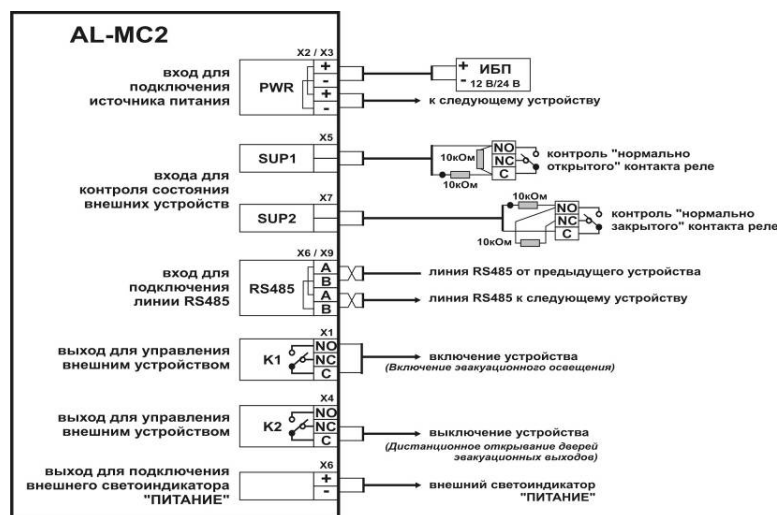
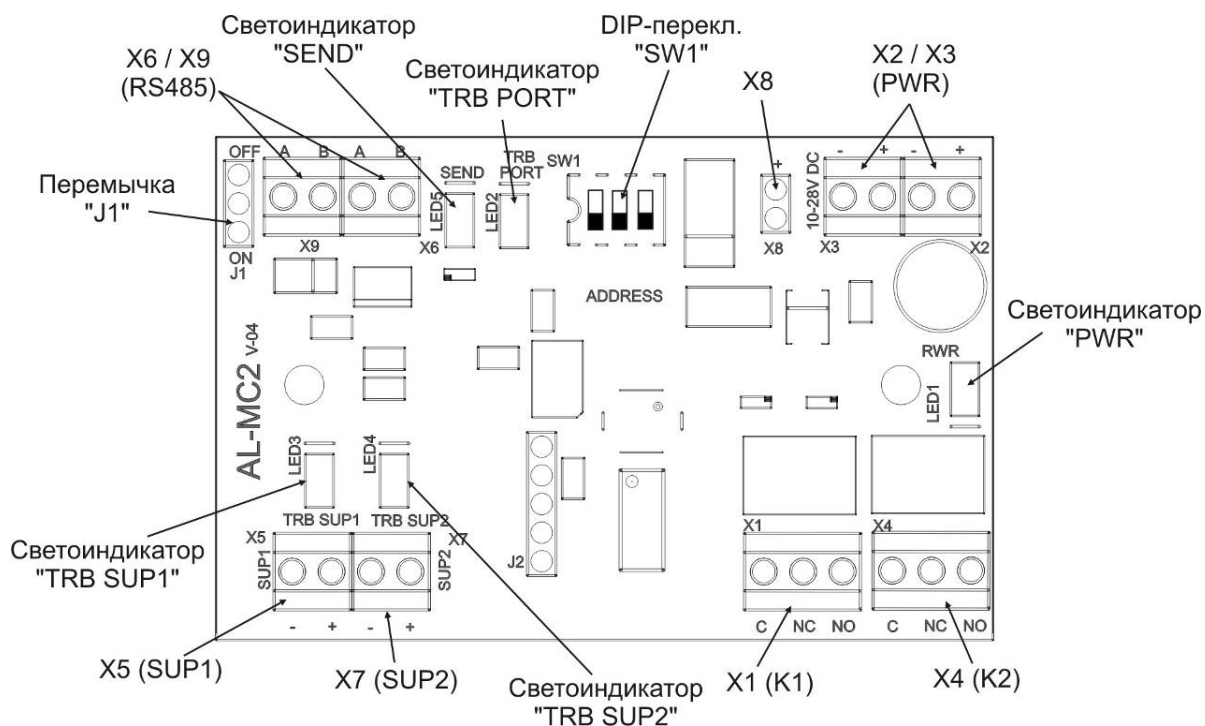

Рис.1. Функциональная блок схема модуля AL-MC2
Рис.2. Общий вид печатной платы модуля AL-MC2
Функциональная блок схема показана на Рис. 1
- 6) Подключите все необходимые электропроводки к винтовым контактам изделия (см. Рис.1 и Рис.2)
Примечание: Расположение светодиодных индикаторов на печатной плате изделия показано на Рис. 2
«TRB SUP1» – включен	Схема контроля зарегистрировала неисправность на линии подключенной к входу «SUP1» (КЗ - сопротивление линии < 8 кОм, обрыв - сопротивление линии > 22 кОм) <ul style="list-style-type: none"> • проверьте целостность линии связи с контролируемым контактом реле и правильность установки оконечных резисторов, используя данные приведенные в таблице 1 и рис.1. При необходимости, восстановите линию. • замените изделие Примечание: при возникновении неисправности в линии подключенной к входу «SUP1» сигнал в виде обобщенной неисправности данного модуля AL-MC2, отображается на ППУ AL-8MP1.
«TRB SUP1» – мигает	Схема контроля зарегистрировала изменение состояния контактов контролируемого реле (например – реле «Неисправность») внешнего устройства, подключенного к входу «SUP1» (срабатывание - сопротивление линии 10кОм +/-10%). <ul style="list-style-type: none"> • устраните неисправность внешнего устройства. • проверьте целостность линии связи с контролируемым контактом реле и правильность установки оконечных резисторов, используя данные приведенные в таблице 1 и рис.1. • замените изделие Примечание: при сработке контролируемого реле, сигнал в виде обобщенной неисправности данного модуля AL-MC2, отображается на ППУ AL-8MP1.
«TRB SUP2» – включен	Схема контроля зарегистрировала неисправность на линии подключенной к входу «SUP2» (КЗ - сопротивление линии < 8 кОм, обрыв - сопротивление линии > 22 кОм) <ul style="list-style-type: none"> • проверьте целостность линии связи с контролируемым контактом реле и правильность установки оконечных резисторов, используя данные приведенные в таблице 1 и рис.1. При необходимости, восстановите линию. • замените изделие Примечание: при возникновении неисправности в линии подключенной к входу «SUP2» сигнал в виде обобщенной неисправности данного модуля AL-MC2, отображается на ППУ AL-8MP1.
«TRB SUP2» – мигает	Схема контроля зарегистрировала изменение состояния контактов контролируемого реле (например – реле «Неисправность») внешнего устройства, подключенного к входу «SUP2» (срабатывание - сопротивление линии 10кОм +/-10%). <ul style="list-style-type: none"> • устраните неисправность внешнего устройства. • проверьте целостность линии связи с контролируемым контактом реле и правильность установки оконечных резисторов, используя данные приведенные в таблице 1 и рис.1. • замените изделие Примечание: при сработке контролируемого реле, сигнал в виде обобщенной неисправности данного модуля AL-MC2, отображается на ППУ AL-8MP1.